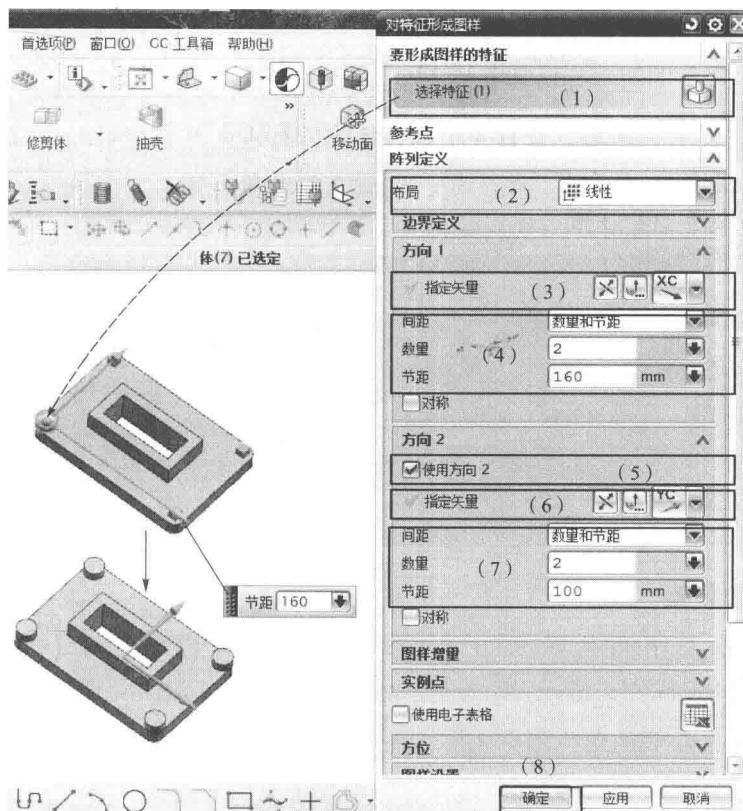

图 1-12 【对特征形成图样】对话框
(1) 依次单击【插入】—【关联复制】—【对特征形成图样】命令 **对特征形成图样(A)**，弹出如图 1-12 所示的【对特征形成图样】对话框。在【要形成图样的特征】区域中，选择上一步创建的圆柱体为【选择特征】；